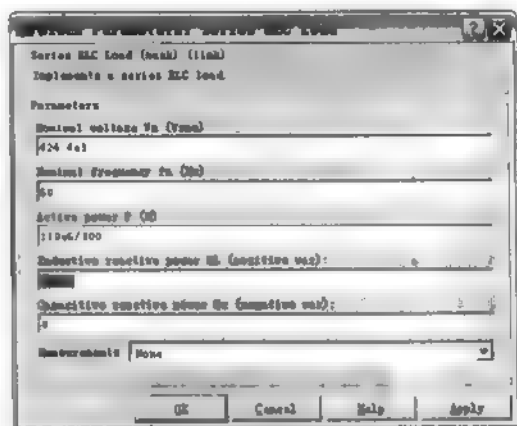

图 14.13 参数设置
(10) 从 Elements 模块库中复制 Series RLC Load 模块到 model14to01.mdl 模型中，并重命名为 110 Mvar，如图 14.13 所示。设置参数如下：